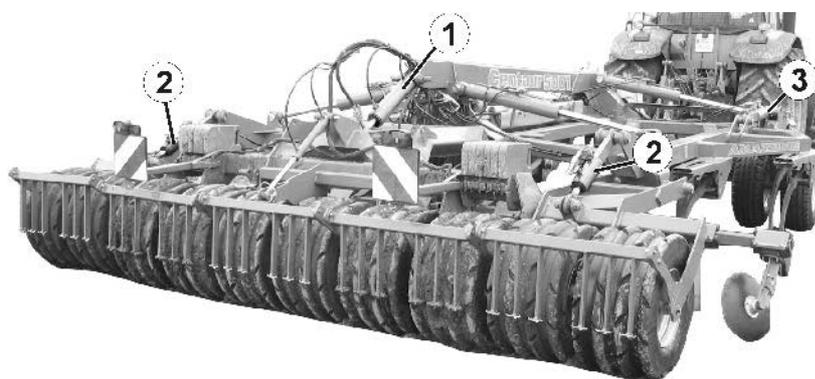

Fig. 52
- den Fahrwerk-Hydraulikzylinder (Fig. 52/1),
- die Hydraulikzylinder der Außenwalzen (Fig. 52/2) (**Centaur 4001 / 5001**),
- die Hydraulikzylinder der Tast- oder Stützräder (Fig. 52/3) (Option).